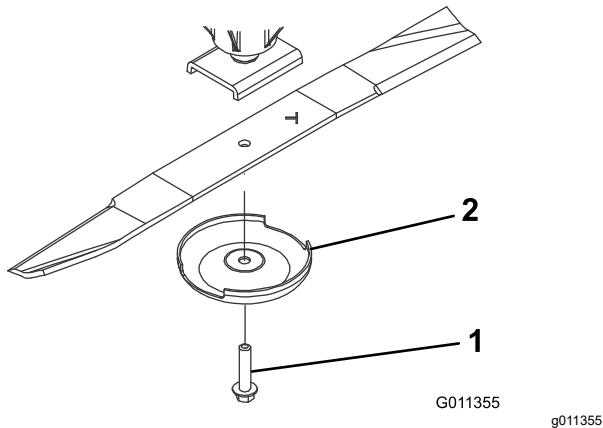

Рисунок 73
3. Снимите болт ножа, защитный колпак и нож с вала шпинделя (Рисунок 73).